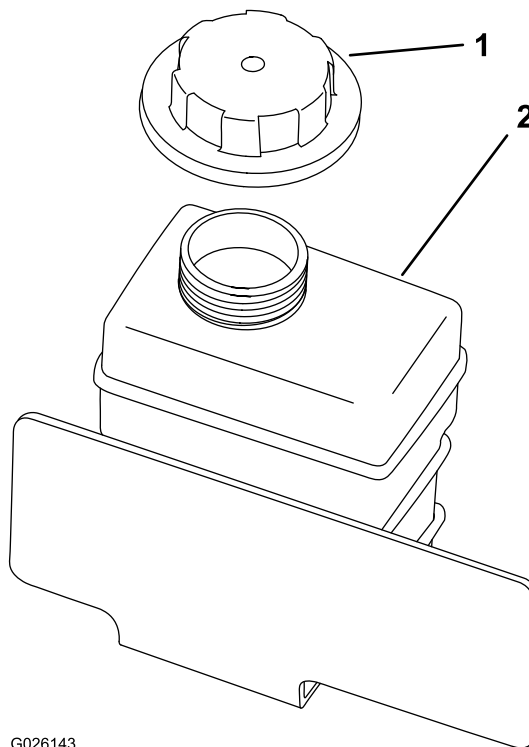

图 55
8. 缓慢向储液箱加注冷却液直至液位达到加油颈底部图 55。
9. 安装储液箱盖图 55。